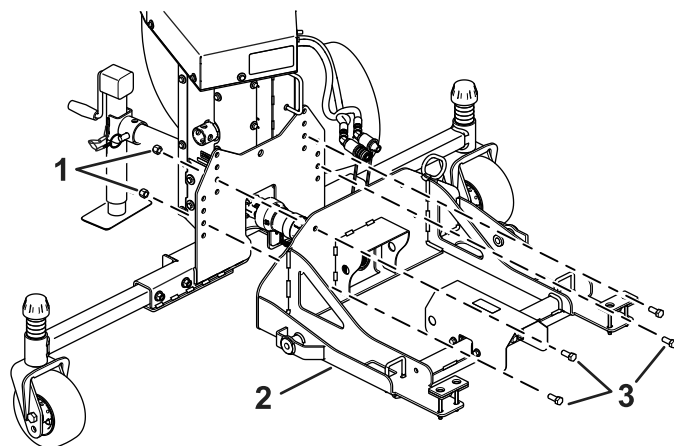

Figura 11
2. Instale el conjunto de placa de montaje en el bastidor del soplador de residuos con 4 pernos ($\frac{1}{2}$ " x $1\frac{1}{4}$ ") y 4 contratuercas ($\frac{1}{2}$ "), y conecte el árbol de transmisión del soplador al eje acanalado de la placa de montaje, deslizando el acoplamiento rápido sobre el eje (Figura 11).